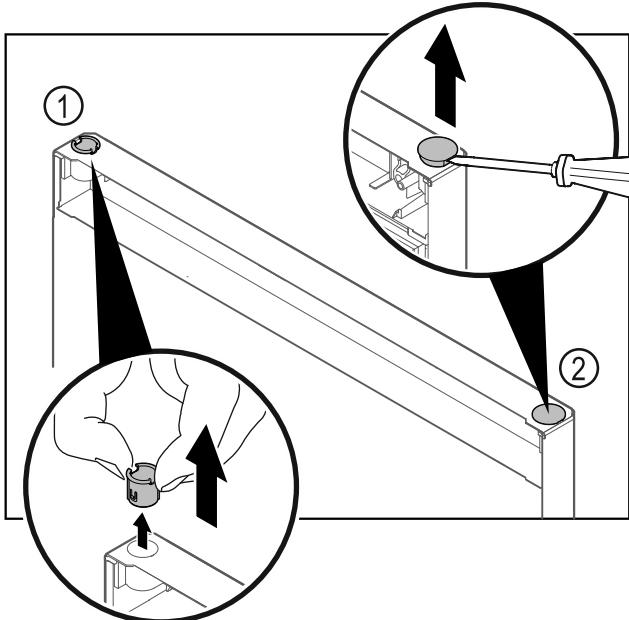

Fig. 11
- Nxirrni jashtë bokullën e menteshës Fig. 11 (1) me gishta.
- Ngrini lart me kujdes tapën mbuluese Fig. 11 (2) me një kaçavidë me kokë petë dhe nxirreni jashtë.